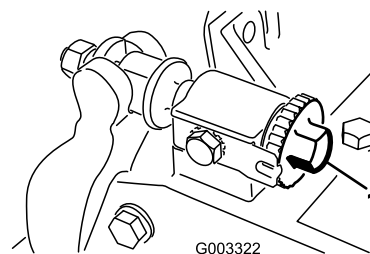

Figura 12
2. Rotii uruburile de reglare pentru bara de cadru în sens invers acelor de ceasornic pentru a asigura faptul că bara nu intră în contact cu cilindrul (Figura 12).